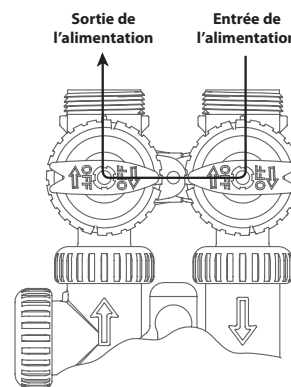

Figure 2
2. **Position de dérivation:** Les poignées d'entrée et de sortie indiquent le centre de dérivation. Le système demeure isolé de la pression d'eau du réseau de plomberie. L'eau non-traitée est fournie au bâtiment. **(Fig. 2).**
- Après l'installation, tourner la poignée du robinet de dérivation à la position « bypass mode » (Voir Fig. 2, page 2)